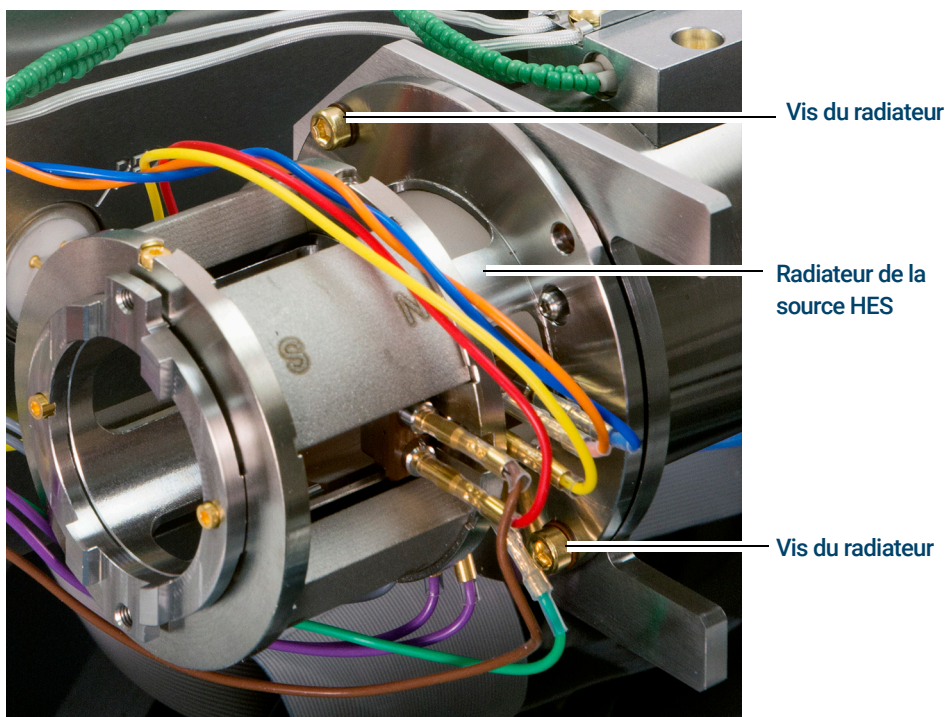

Figure 75. Dépose du radiateur de la source EI HES
- 5 Utiliser un tournevis Torx T10 pour desserrer les deux vis fixant le radiateur sur l'analyseur et placer le radiateur dans sa boîte de rangement. (Voir **Figure 75** page 254.)